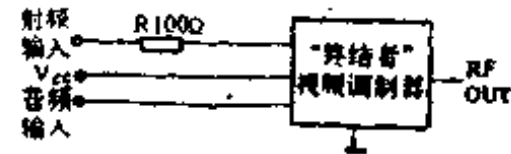

图3-4
19. “终结者”游戏机,不出彩色。据用户反映该机是新机子,在他人的彩电上试机彩色良好,在自家彩电上试机调不出彩色,但彩电收视电台节目色彩正常。其实游戏机并没有发生故障,只是用户的彩电兼容性差而造成的。众所周知,彩色电视机有一个自动消色电路,这个电路的作用就是在全电视信号中的色度信号低于某一个值时自动关闭色信号通道。该用户的游戏机输出视频信号中的色度信号相对于该用户的电视机来说幅度小,引起消色电路的动作,便出现了图像没有彩色的现象,解决的方法是提升主机输入到视频调制器的射频信号幅度,把图3-4所示的100Ω电阻换成51Ω,适当调整混频磁芯,再调整电视机,彩色就出现了。